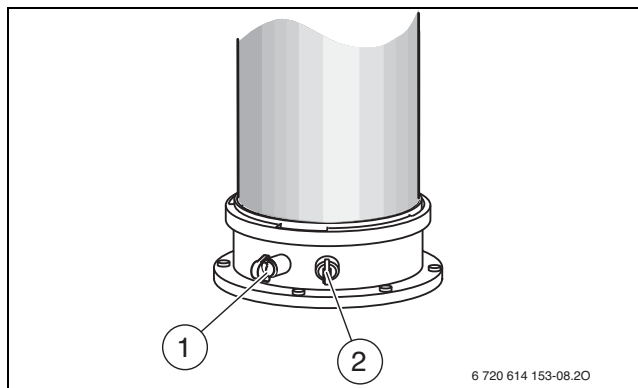

Fig. 41 Manicotto di misurazione dei gas combusti e dell'aria comburente
- Rimuovere dal manicotto di misurazione il tappo di protezione della presa di analisi dei gas combusti [1] (→ fig. 41).